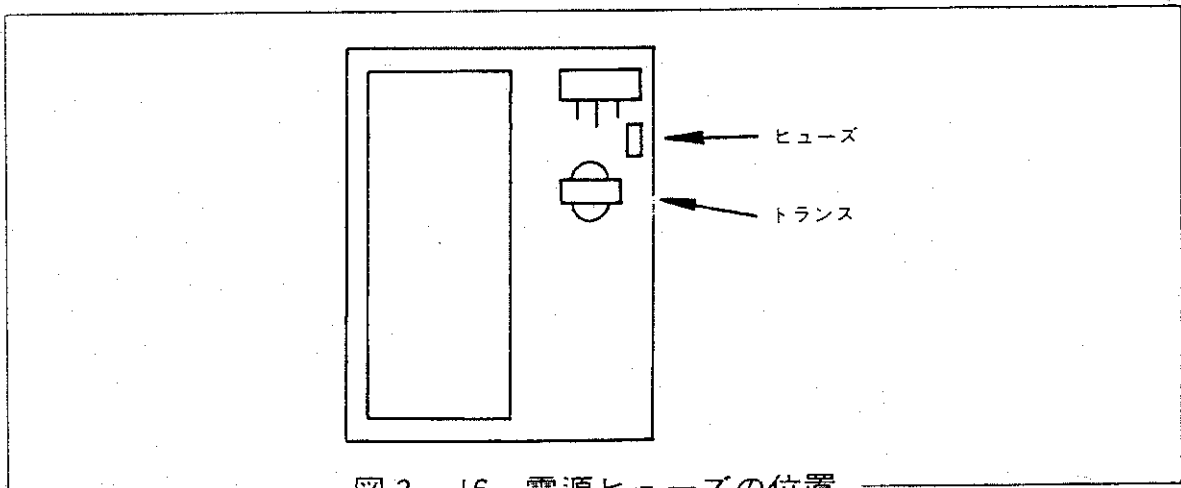

図3-16 電源ヒューズの位置
- ③ 電源ヒューズは、トランスの近くにあります。(図3-16参照)